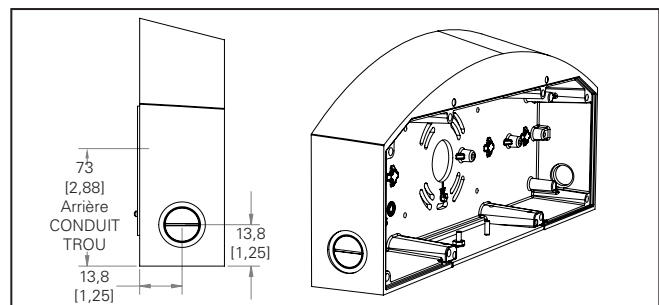

Figure 15.
6. Serrez les deux vis Phillips ¼-20 du luminaire à un couple de 2,6 Nm (20 po-lb). (Figure 15)
4. Tirez les câbles d'alimentation depuis l'arrière du boîtier arrière ou les trous de conduit latéraux (Figure 15).